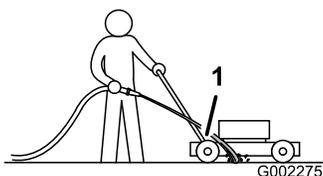

Bild 34
3. Halten Sie den Wasserschlauch auf Griffhöhe und richten Sie den Wasserstrahl unmittelbar vor dem rechten Hinterrad auf den Boden (Bild 34).